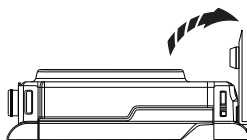

Fig.6b
- Llenar el depósito de agua hasta el nivel recomendado de 300ml aproximadamente. (Fig.6b)